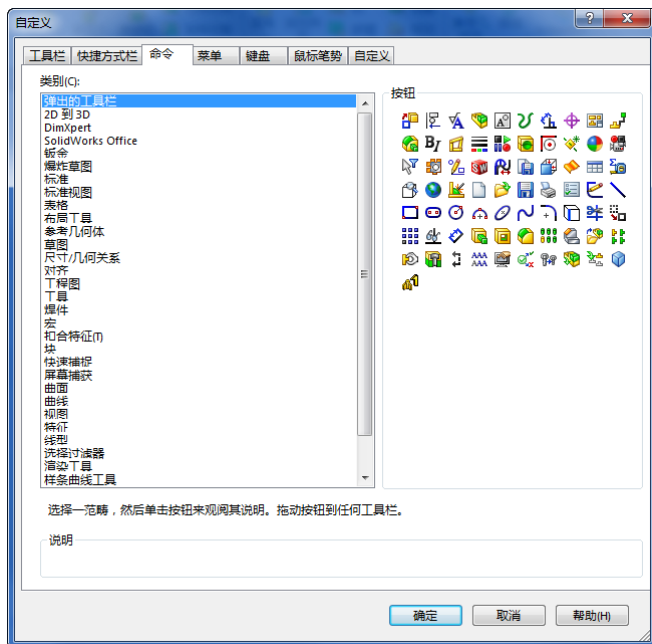

图 1-31 “自定义”对话框
(1) 执行命令。执行“工具”→“自定义”菜单命令，或者在工具栏区域单击鼠标右键，在快捷菜单中选择“自定义”选项，此时系统弹出“自定义”对话框。
(2) 设置命令按钮。单击选择对话框中的“命令”标签，此时会出现图 1-31 所示的“命令”标签的类别和按钮选项。
(3) 在“类别”选项选择命令所在的工具栏，此时会在“按钮”选项出现该工具栏中所有的命令按钮。
(4) 在“按钮”选项中，用鼠标左键单击选择要增加的命令按钮，按住左键拖动该按钮到要放置的工具栏上，然后松开鼠标左键。
(5) 确认添加的命令按钮。单击对话框中的“确定”按钮，工具栏上会显示添加的命令按钮。